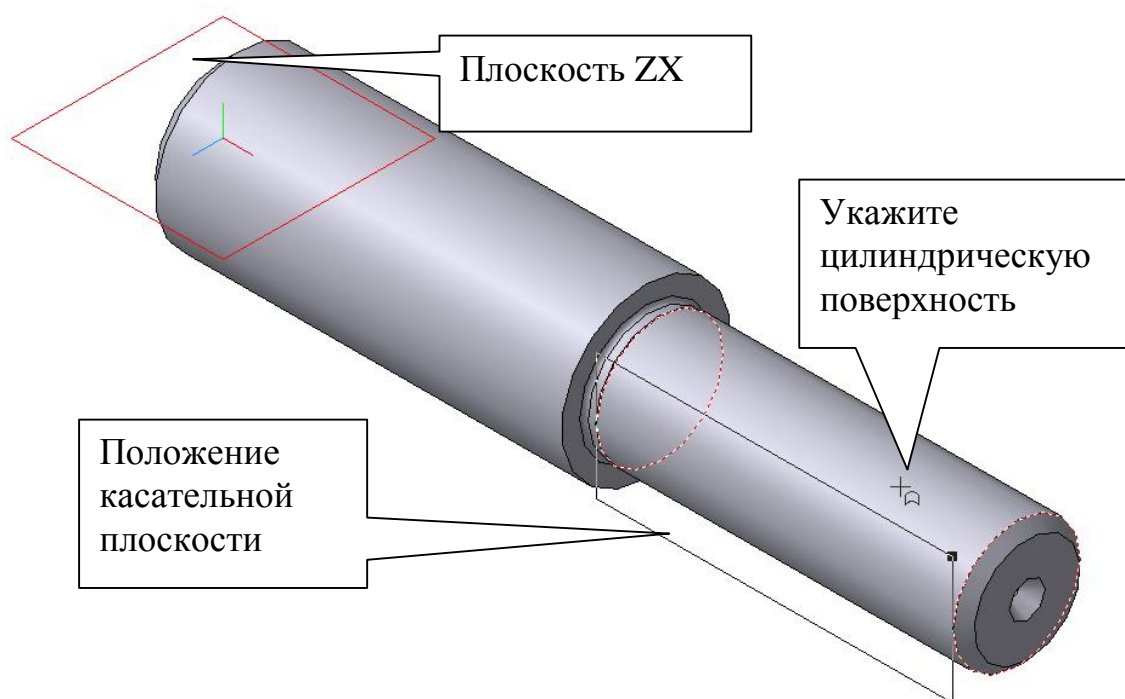

Рис. 60
- Для выполнения шпоночного паза предварительно создайте касательную плоскость к цилиндрической поверхности  $\varnothing 30$ . Нажмите кнопку переключения **Вспомогательная геометрия**  и выберите команду **Касательная плоскость** . Укажите цилиндрическую поверхность, к которой необходимо построить касательную плоскость, рис. 60, и в дереве построения укажите плоскость ZX. Из двух возможных положений плоскости  или  выберите необходимую, рис. 60, и нажмите кнопку **Создать объект** . В дереве построения появился новый элемент «Касательная плоскость 1».